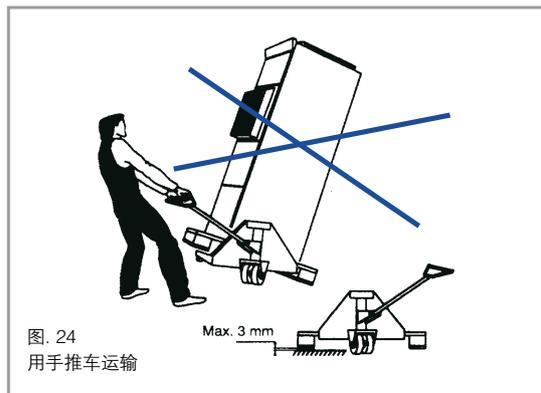

图. 24
- 用叉车(见图.24)
- 必须要避免倾斜(见图. 24)
当用手推车运输时,开关柜很容易倾斜,因此交叉木或货物托盘与地面的距离不允许超过3mm(见图. 24)。